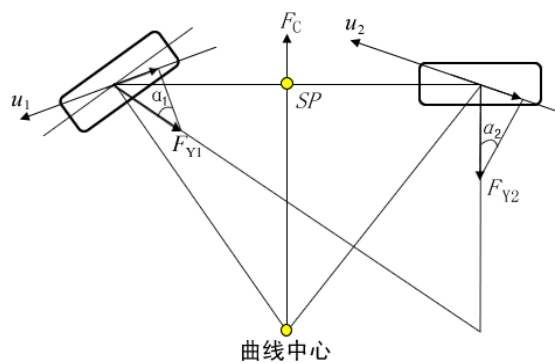

图1-2 转弯时的滚动阻力
1.8 转弯时滚动阻力的大小取决于行驶速度和转向半径  $R$ ，转弯时的滚动阻力系数  $f_R=f+\Delta f$ 。设转弯时在离心力  $F_C$  作用下，前、后轮均有侧偏角，分别是  $\alpha_1$  和  $\alpha_2$ ，质心距前、后轮的距离分别是  $l_a$  和  $l_b$ ，转向时用两轮模型分析侧向力引起的滚动阻力如图 1-2 所示。